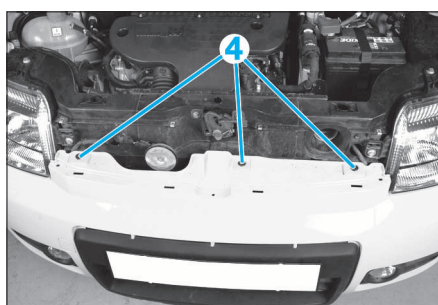

FIG. 5
- Déposer les vis de fixation (4) (Fig.5).